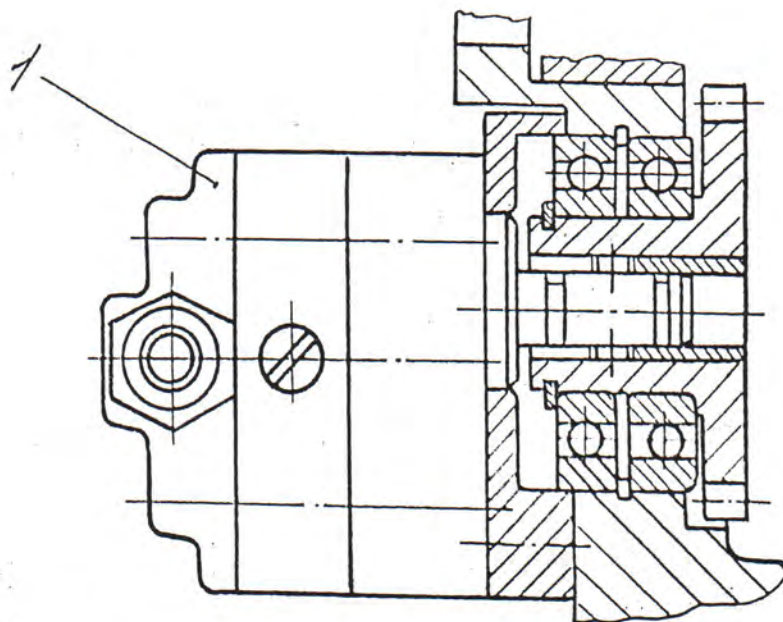
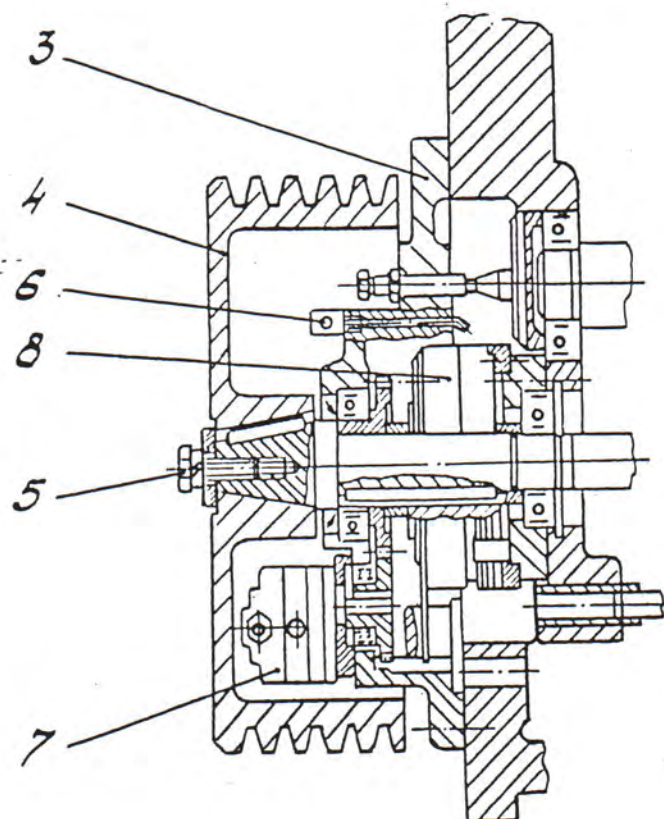

Рисунок 10.11 - Муфта масляного насоса
Рисунок 10.13— Привод масляного насоса коробки скоростей.
Масляный насос 1 (рисунок 10.11) крепится к корпусу муфты 3 под шкивом 4 (рисунок 10.13). При сильном загрязнении двух шариковых клапанов (отсутствие фонтанирующей индикации) следует сначала попытаться отделить частички загрязнения путем многократного изменения вращения фрезы. Очистка или ремонт насоса осуществляется после его демонтажа, для чего необходимо:
- снять клиновые ремни, выкрутить винт 5, снять пружинное кольцо и шайбу (рисунок 10.13);